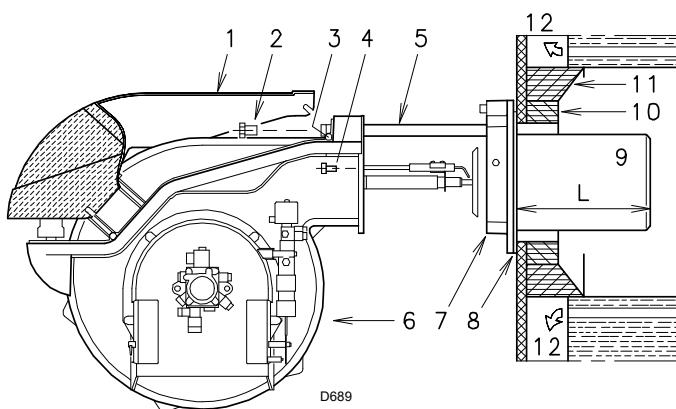

Fig. 7
5.4 Longueur gueulard (Fig. 7)
Pour les chaudières dont la partie frontale est refroidie par eau, le revêtement réfractaire 10) -11)(Fig. 7), n'est pas nécessaire, sauf indication expresse du constructeur de la chaudière.
Une fois cette opération effectuée, fixer la bride 7)(Fig. 7) à la plaque de la chaudière en installant le joint 8) fourni de série. Utiliser les 4 vis fournies après en avoir protégé le filetage avec des produits antigrippants (graisse pour hautes températures, compounds, graphite).
- Ouvrir le brûleur sur les guides comme indiqué (Fig. 7 page 12).